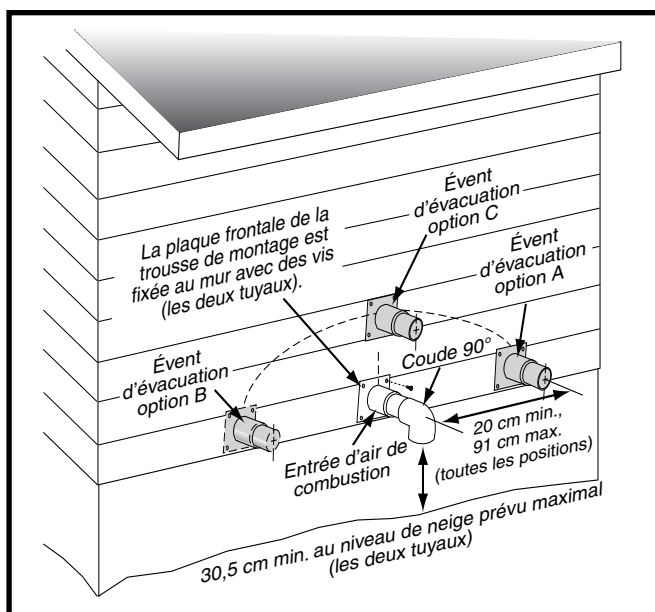
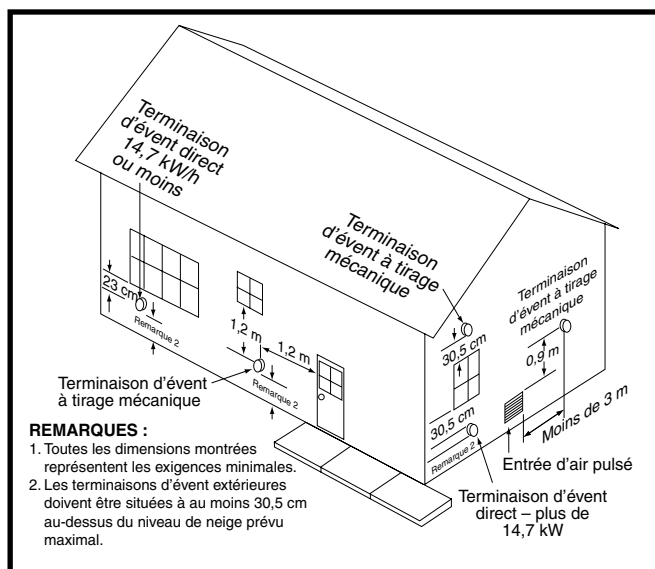
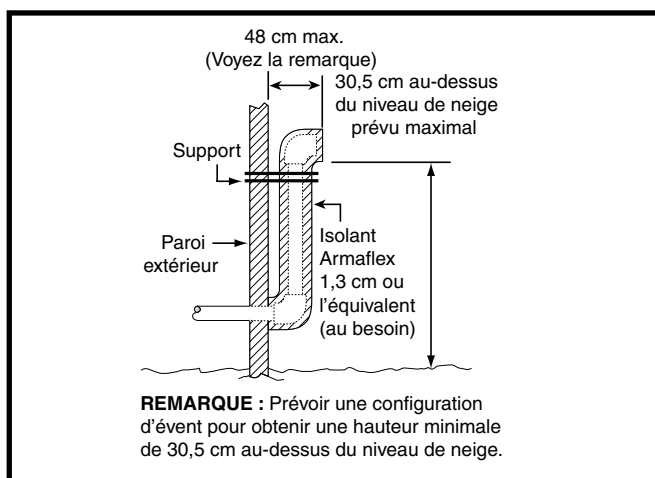
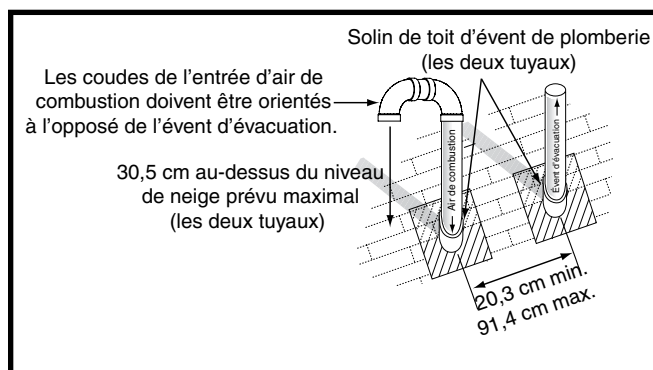

Figure 1. Dégagements du conduit d'admission et du conduit d'évacuation
Figure 2. Emplacements de l'évent
Figure 3. Autre installation d'un conduit d'évent horizontal
Figure 4. Terminaison d'évent vertical
- L'admission d'air de combustion et l'évacuation doivent être situées dans la même zone de pression atmosphérique. Cela signifie que les deux conduits doivent sortir du bâtiment par la même section de mur extérieur ou de toit, comme indiqué aux Figure 1, Figure 2, Figure 4 et Figure 29 \(page 38\).
- Les terminaisons d'évent et d'admission d'air de combustion doivent être installées comme indiqué aux Figure 1, Figure 2, Figure 3, et Figure 4, et conformément à ces directives :
- Tous les dégagements minimaux (Figure 2 \(page 9\)) doivent être maintenus pour protéger les matériaux du bâtiment contre la dégradation causée par les gaz de combustion.
- Lorsque le conduit d'évent doit sortir par un mur extérieur à proximité du niveau du sol ou du niveau de neige prévu et qu'il n'est pas possible d'obtenir les dégagements indiqués à la Figure 1, il est possible d'utiliser un conduit montant, comme indiqué à la Figure 3. Il faut utiliser de l'isolant pour éviter le gel de cette section de conduit. Voyez le Tableau 3, (page 10) pour la protection contre le gel de l'évent.
Les exigences relatives à l'espacement des terminaisons entre le toit et entre chaque terminaison sont indiquées à la Figure 4. L'endroit où le conduit traverse le toit doit être doté d'un solin approprié et étanche; on peut utiliser un chaperon de toit ou un solin équivalent. La tuyauterie d'évent et la tuyauterie d'air de combustion peuvent être installées dans une cheminée existante non utilisée, à condition que :
- les dégagements de terminaison indiqués à la Figure 4 soient maintenus;